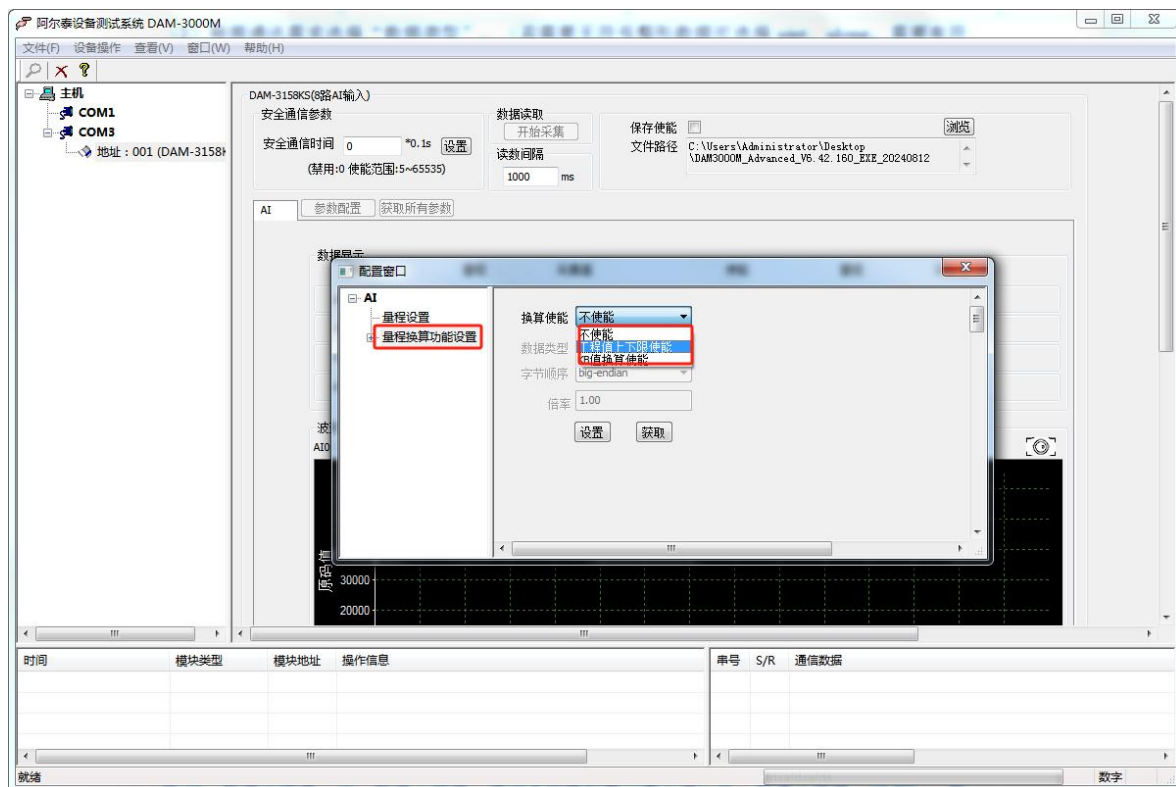

图 7
(1) 首先配置接入变送器该通道的量程 (选择量程应大于等于变送器的信号量程) 此例程选择 0 通道 0~20mA, 点击“换算功能设置”如图 7